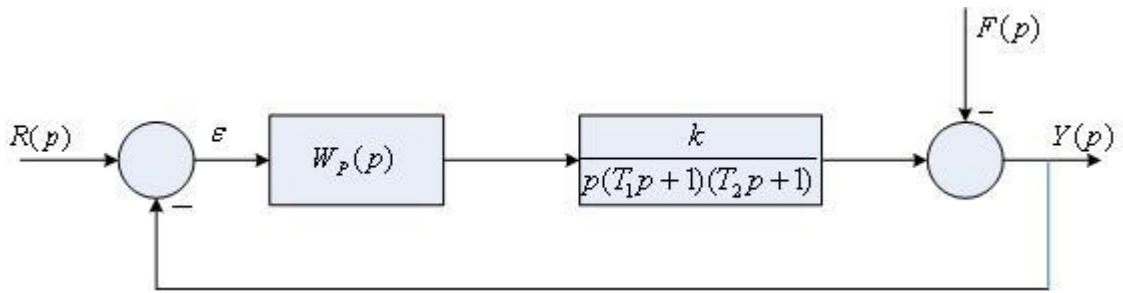

Рис. 4. Структурная схема системы
из функционально необходимых элементов. Структурная схема системы приведена на рис. 4, исходные данные для первого варианта – в табл. 6.
4. Настройте параметры регулятора по критерию модульного (технического) оптимума системы, состоящей из функционально необходимых элементов. Структурная схема системы приведена на рис. 4, исходные данные для второго варианта – в табл. 6.